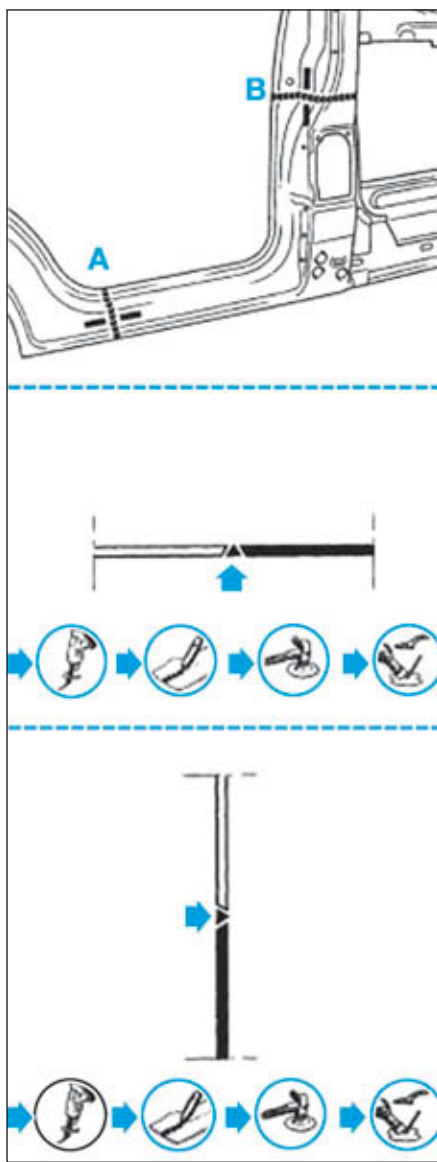
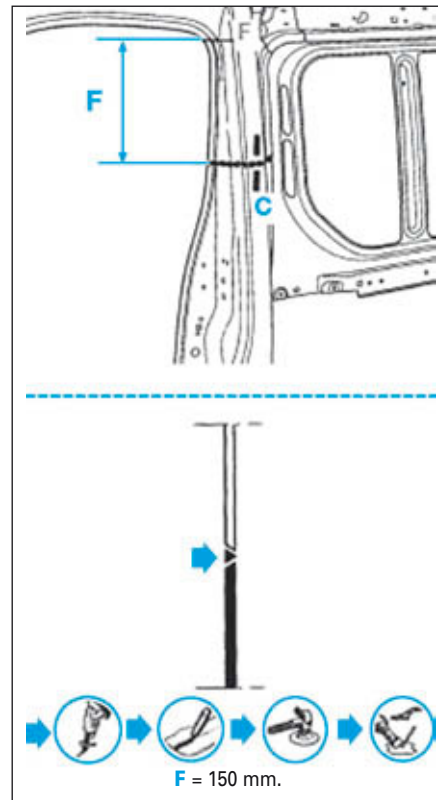

FIG.43
FIG.44
- Tracer puis découper le pied arrière de cabine (Fig.43) et (Fig.44).
- Souder par cordon MAG (Fig.43) et (Fig.44).
- Appliquer une couche d'impression phosphatante sur les zones mises à nu (Fig.43) et (Fig.44).